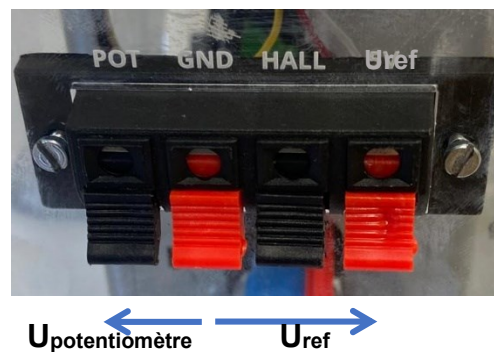

Figure 6 : mesures des tensions (à gauche : la sortie du potentiomètre ; à droite : tension de référence)
- 2- À l'aide d'un voltmètre, mesurer U_{ref} la tension continue de référence du potentiomètre (voir figure 6).